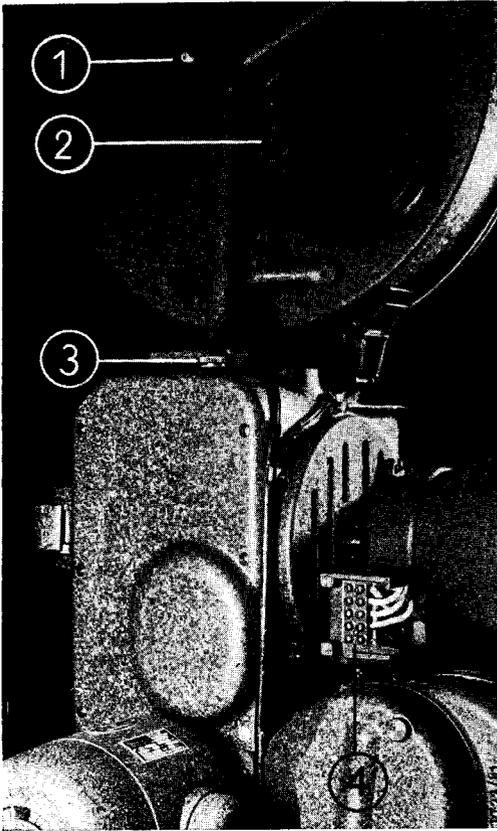

Bild 8 1 Bremse für Abwickelspule. 2 Trommellampe.
Der Kabelsatz läuft von den Anschlußklemmen der Zuleitungen in der Säule hoch bis zum Anlasser und Gefahrenschalter, zum 6-V-Transformator, zur Tonlampe und zur elektrischen Bild- und Tonüberblendung. Letztere sitzt am Blendenflansch des Werks. Die Anschlußklemmen der Überblendung werden frei, wenn man den kleinen Deckel auf der Rückseite des Überblendungsgehäuses abnimmt (Bild 8, Pos. 4). Die Kabel zur Überblendung, zu den Hilfslampen und zum Abbrennschalter werden durch eine Bohrung in der Tischplatte hinter dem Lichttongerät durchgeführt. Am Werk sind die Kabel mit kleinen Schellen befestigt. Das Kabel zur Tonlampe ist durch eine zweite Bohrung in der Tischplatte direkt unter dem Tonlampengehäuse hindurchzuführen.
Wenn der Projektor aufgestellt und angeschlossen ist, so muß zuerst Öl in das Projektorgehäuse gegeben werden. Die Öleinfüllschraube sitzt oben am Werk hinter dem Abwickelarm (Bild 8, Pos. 3). Keinesfalls darf der Motor eingeschaltet werden, bevor das Werk mit der vorgeschriebenen Ölmenge gefüllt ist. Auch das Durchdrehen des Werks mit der Handkurbel darf ohne Ölfüllung nicht erfolgen. Immer Bauer-Projektorenöl verwenden!
**Abwickelarm.** Der Spulendorn des Abwickelarms hat eine Bremse, damit die Spule nicht zu rasch läuft und mehr Film abspult, als der Projektor aufnehmen kann. Man kann die Bremse mit der Randelmutter 1 (Bild 8) auf der Rückseite des Abwickelarms einstellen. Sie darf nur so stark bremsen, daß die Spule nicht voreilt. Stärkerer Bremsdruck schadet dem Film.